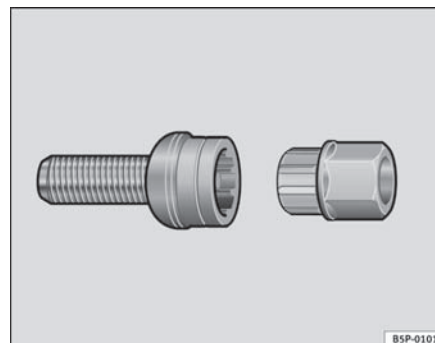

Fig. 137 Tornillo antirrobo de la rueda
- Coloque el adaptador hasta el tope en el tornillo antirrobo de la rueda ⇒ **página 214, fig. 137.**